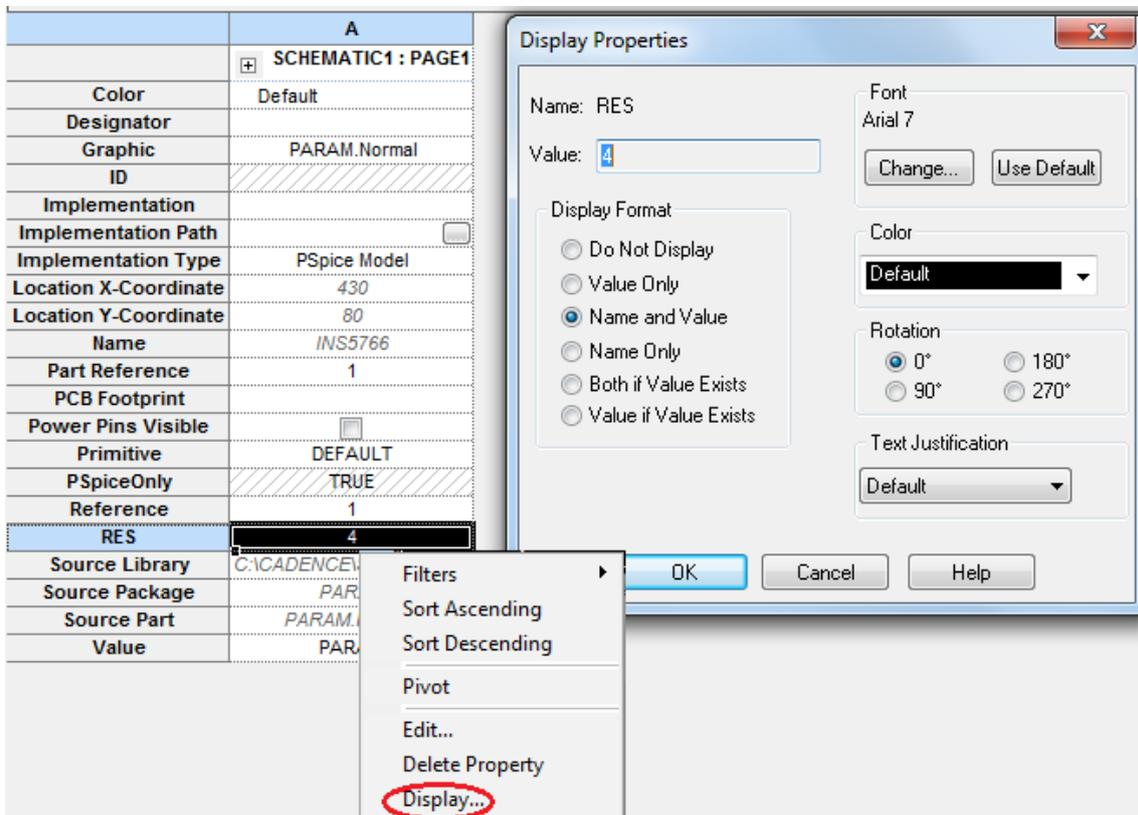

Рис. 2.18. Проверка установок
5. Выделяем строку RES, правой кнопкой мыши открываем меню и выбираем Display. Проверяем правильность установок (рис. 2.18). Нажимаем ОК.